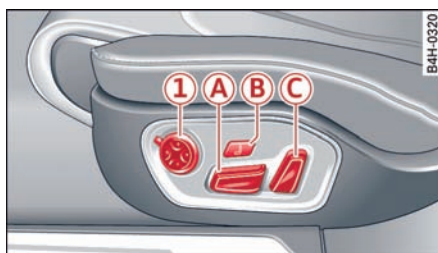
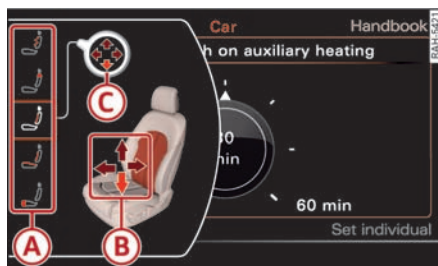

图 54 前座椅：调节座椅
图 55 信息娱乐系统：座椅调节装置
- ▶ 如果将多功能按钮 ① ⇨ 图 54 向左或向右旋转，则在信息娱乐系统中就会显示可用的座椅调节装置 Ⓐ ⇨ 图 55。
- ▶ 要选择座椅调节时，向相应的方向旋转多功能按钮 ①，直到需要的座椅调节显示被红色框起。
- ▶ 箭头 Ⓑ 对应调节的可能性。如要将腰部支撑向后移动，那么按多功能按钮 ① 下部。相应的箭头 Ⓒ 亮起。
Massage function (按摩功能)* - 按摩方式、Wave, Knocking, Stretch, Lumbar (波状、敲打、弹动、脊椎), Shoulder (肩膀) 或 off (关闭)。可以用 1 到 5 级调节各按摩方式的强度。用按钮 Ⓑ ⇨ 图 54 打开和关闭选择的按摩方式。